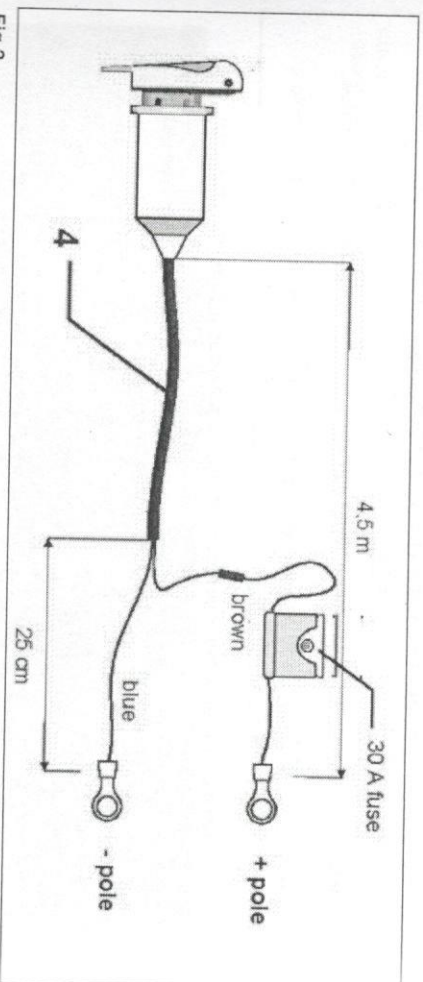

Fig. 2
En los tractores menos nuevos no provistos de enchufe de alimentación DIN, se necesita el cable de batería (4) (Fig. 2) y tiene que ser conectado directamente a la batería. El cable de batería no es estándar y debe ser ordenado separadamente.